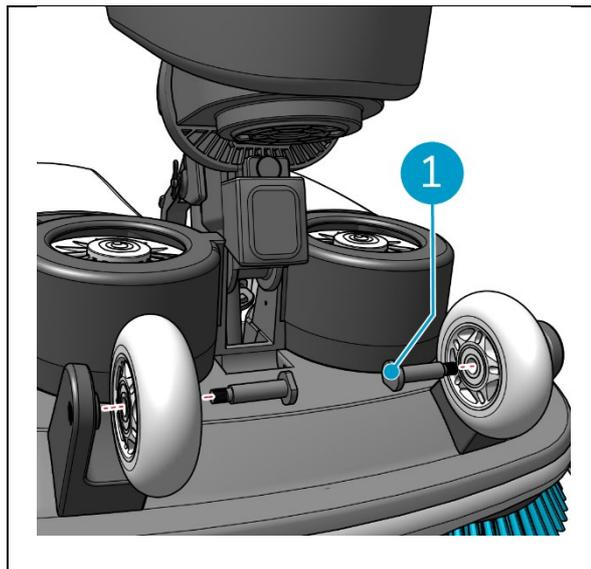

Figure 15
3. Réinstaller les roues avec les axes dédiés (Figure 15, pos. 1).